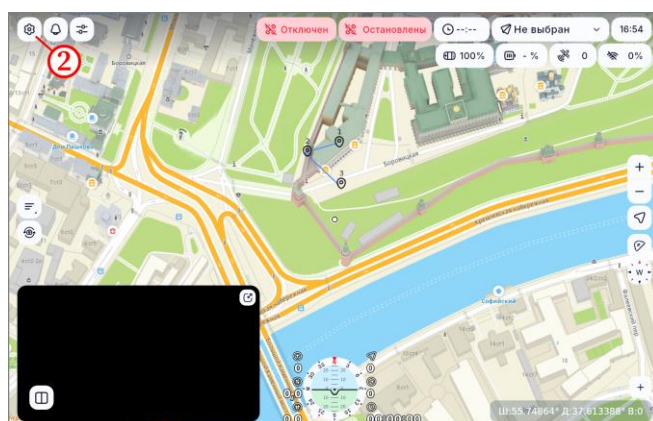

Рисунок 84
- в главном окне ПО нажать на кнопку  (рисунок 84, шаг 2);